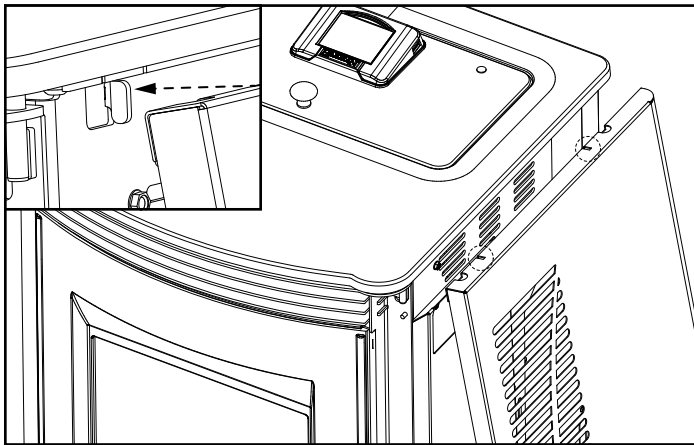

Figure 1
**Étape 1 – Installation des panneaux latéraux :** Repérez les découpes dans le dessus du panneau qui correspondent aux crochets situés sous le dessus en fonte. Une fois en place, il suffit de placer le bas du panneau de manière à ce qu'il affleure l'appareil. Figure 1.